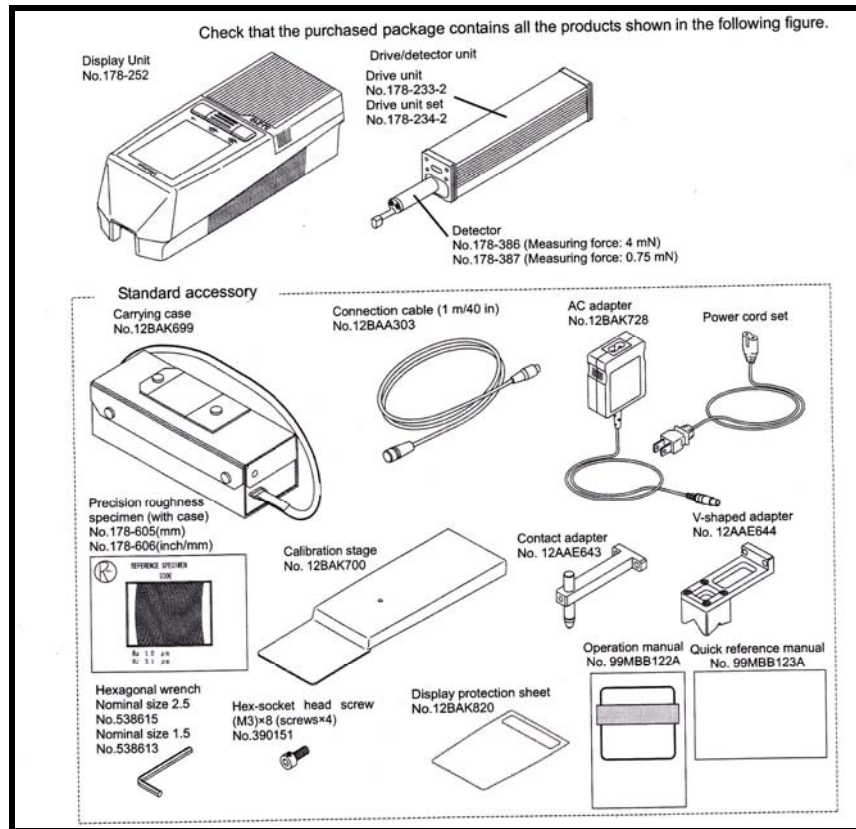

Figura 4
- Opción de trazo transversal: configuración estándar (figura 4).